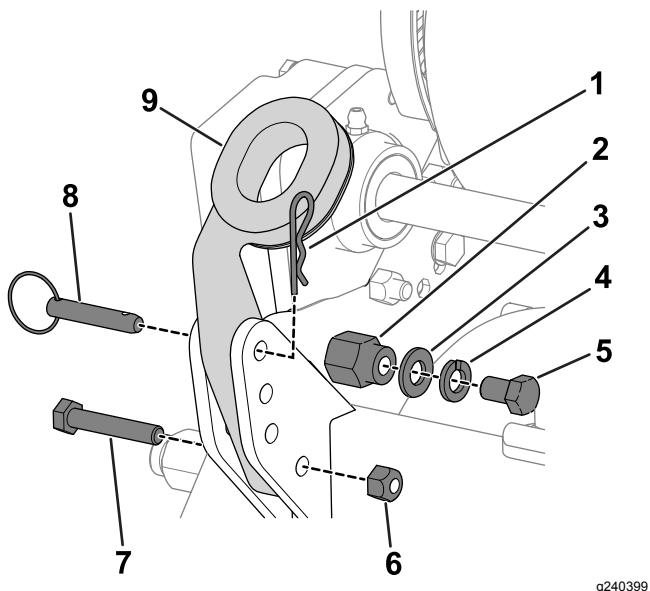

Bild 3
- Nehmen Sie die Schrauben (5/16"), Sicherungsmuttern, Ringstifte und Splinte ab, mit denen die Holmarme unten an jeder Seite der Maschine befestigt sind (Bild 3).
- Entfernen Sie die Schrauben (3/8"), Unterlegscheiben und Sicherungsscheiben von den Befestigungsstiften auf jeder Seite der Maschine (Bild 3).
- Schieben Sie die Holmenden durch die Löcher in den Holmarmen und fluchten Sie die Löcher mit den Befestigungsstiften aus (Bild 3).
- Verwenden Sie die Schrauben (5/16"), Sicherungsmuttern, Splinte und Ringstifte, die Sie zuvor entfernt haben, um die Holmarme an der Rückseite des Rahmens zu befestigen (Bild 3).